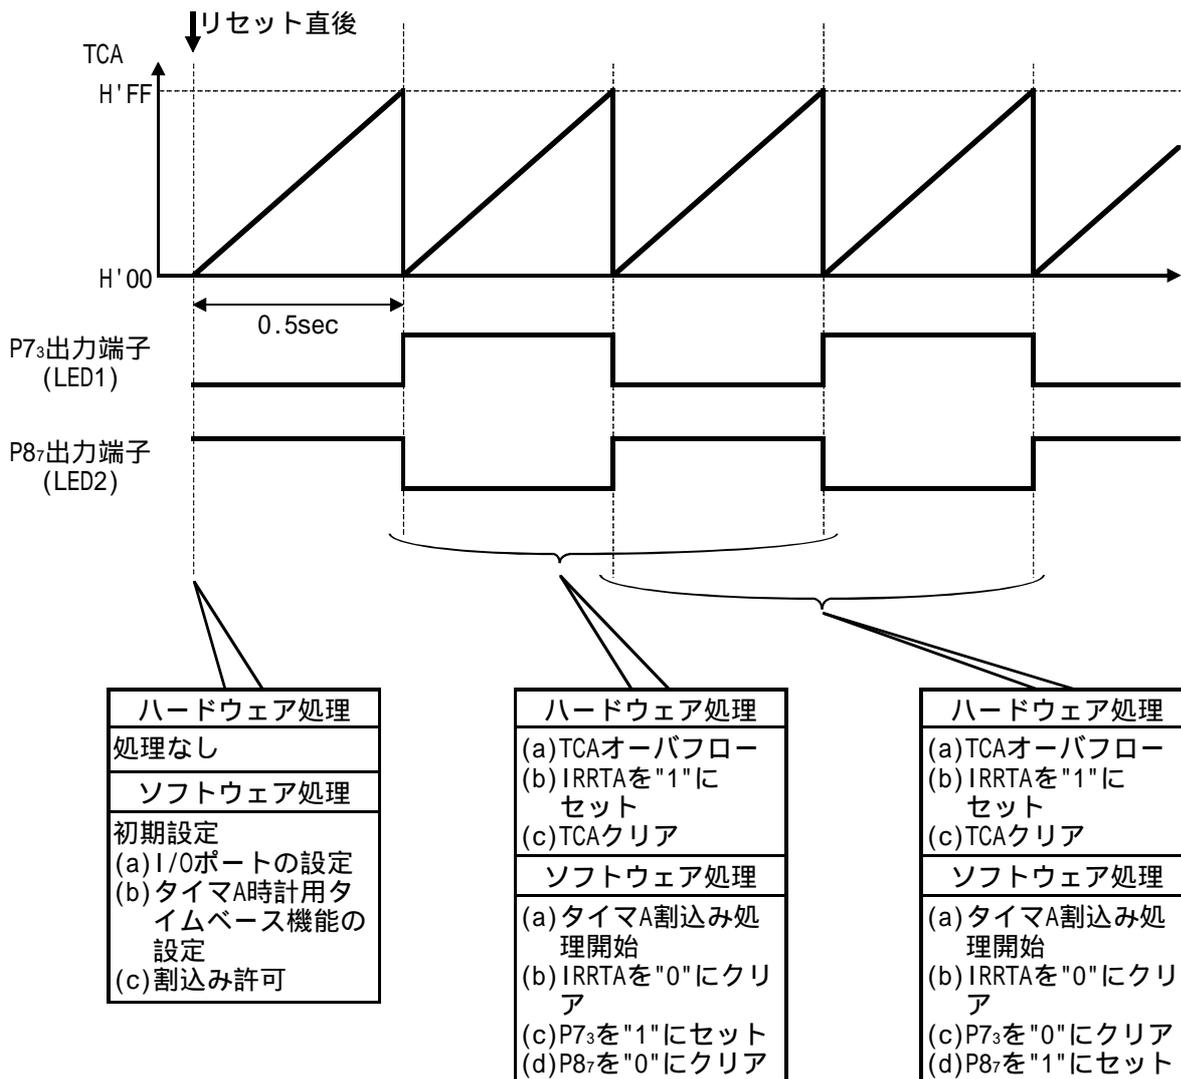

図3 I/Oポートに接続したLEDの点滅動作の動作原理
(1) 図3に動作原理を示します。図3に示すようなハードウェア処理、およびソフトウェア処理によりI/Oポートに接続したLEDの点滅動作を行ないます。